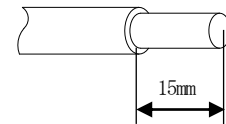

図 3
- ・剥き線長は 15mm (図 3)。電線の先端が、突き当たるまでケーブル導入孔に入れてください。